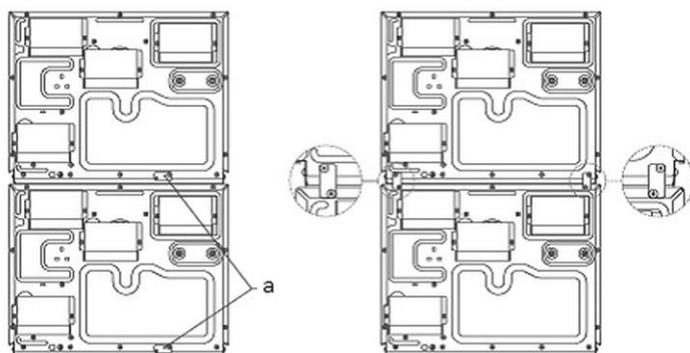

Abb. 3
1. Stellen Sie eine Mikrowelle auf die andere, und entfernen Sie jeweils die Verbindungsplatte (a, Abb.3), die auf der Rückseite der beiden Mikrowellen in der rechten unteren Ecke angebracht ist.